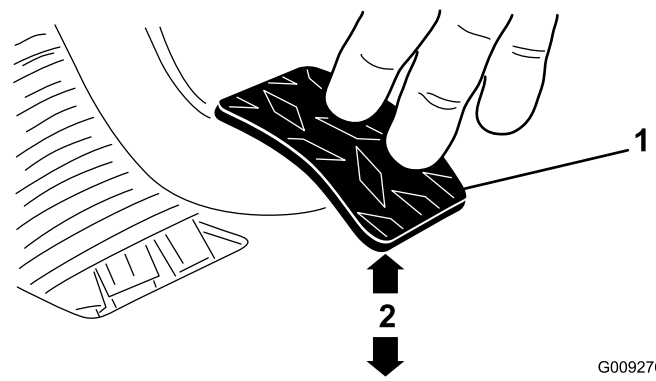

Figura 70
3. Ajuste las contratuercas y/o la articulación esférica hasta que el borde trasero del pedal del embrague esté a  $9,5 \text{ cm} \pm 3 \text{ mm}$  del borde superior de la chapa de suelo con dibujo a rombos al aplicar una fuerza de  $1,8 \text{ kg}$  al pedal (Figura 70).